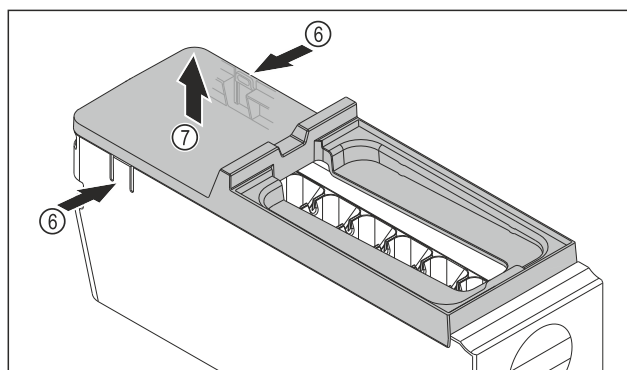

Fig. 106
- Odstráňte kryt korpusu EasyTwist-Ice: strmene Fig. 106 (6) na oboch stranách korpusu EasyTwist-Ice zatlačte rukou.
- Kryt Fig. 106 (7) odoberte druhou rukou smerom nahor.